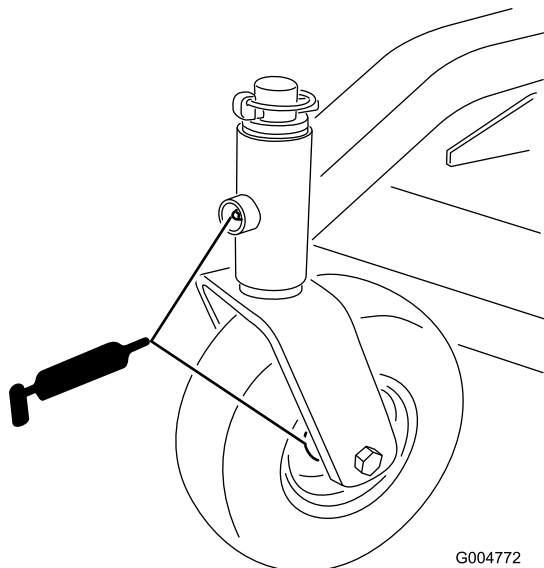

Figura 21
1. Lubrifique os rolamentos da roda giratória dianteira e as articulações dianteiras (Figura 21).
4. Retire a tampa de lubrificação da roda traseira. Lubrifique o rolamento da roda traseira (Figura 21).